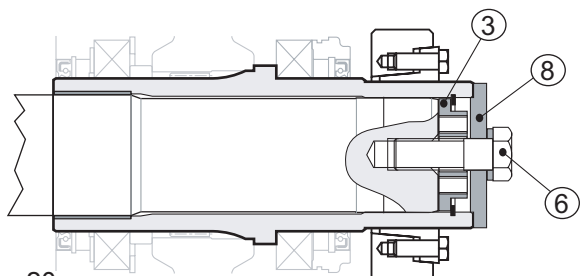

fig. 20
Substituir a barra (pos. 4) com o parafuso (pos. 6), apertando-o totalmente, aplicando uma força como indicado na tabela "torques de aperto" da seção 9.1, utilizando, além disso, uma fita veda-rosca média; A Piv Posiplan aconselha LOCTITE 601. Para o aperto do disco de contração, consultar o capítulo n.º 5.1.3 "Montagem com disco de contração" (ver a fig. 20).